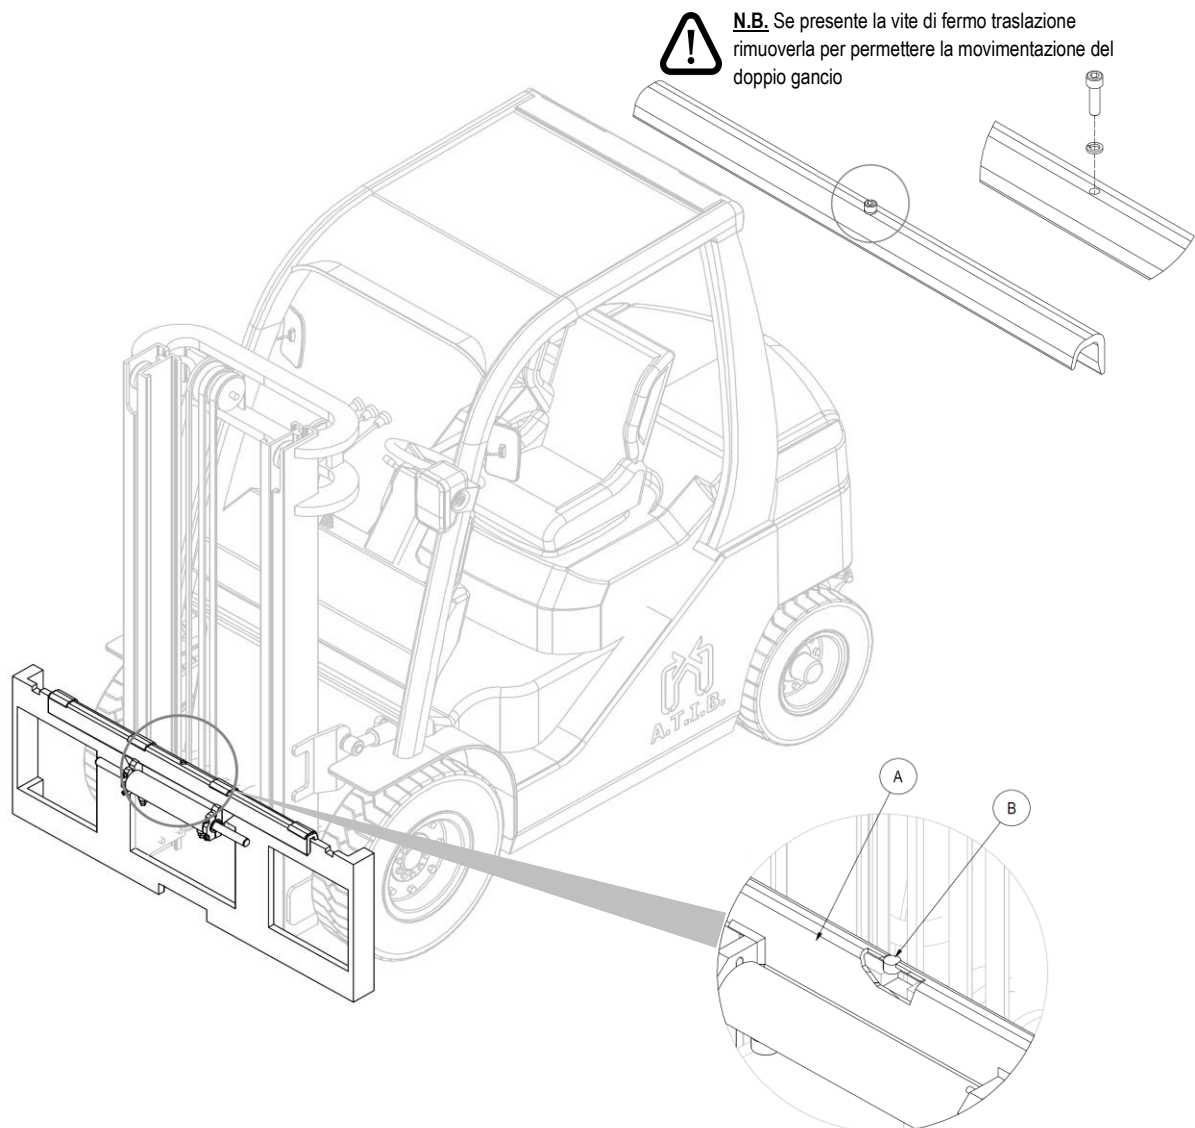

Figura 7
4. Prendere manualmente il doppio gancio **A** (con relative boccole di scorrimento e con il relativo cilindro) e posizionarlo sul profilo superiore della piastra porta forche, avendo cura di incastrare il perno di centraggio **B** nella tacca centrale della stessa (vedi *Figura 7*).